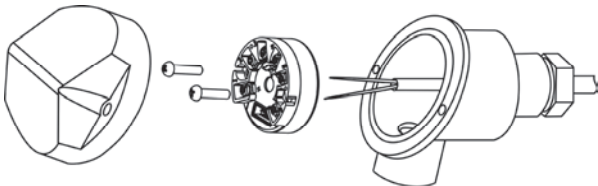

Рисунок 6.1 – Монтаж преобразователя в коммутационной головке первичного датчика
6.1 Установка преобразователя осуществляется в специальную коммутационную головку первичного датчика (см. рисунок 6.1).